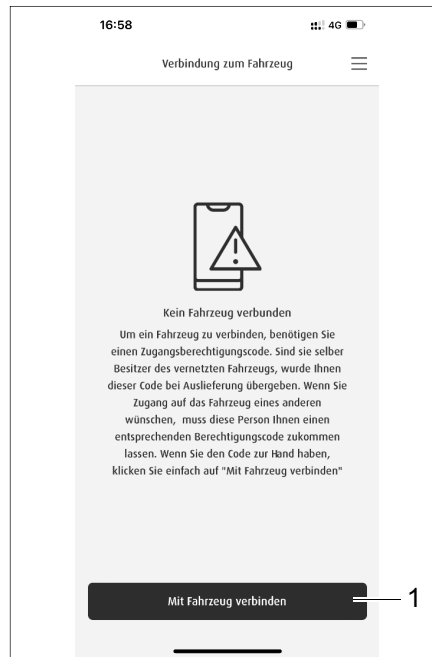

Fig. 291 Connexion avec le véhicule
- Appuyer sur la touche *Se connecter* (Fig. 290,1). Le champ de menu Connexion avec le véhicule s'affiche (Fig. 291). S'il existe déjà des véhicules qui sont connectés, ils apparaissent ici.
- Appuyer sur la touche *Connecter avec le véhicule* (Fig. 291,1).